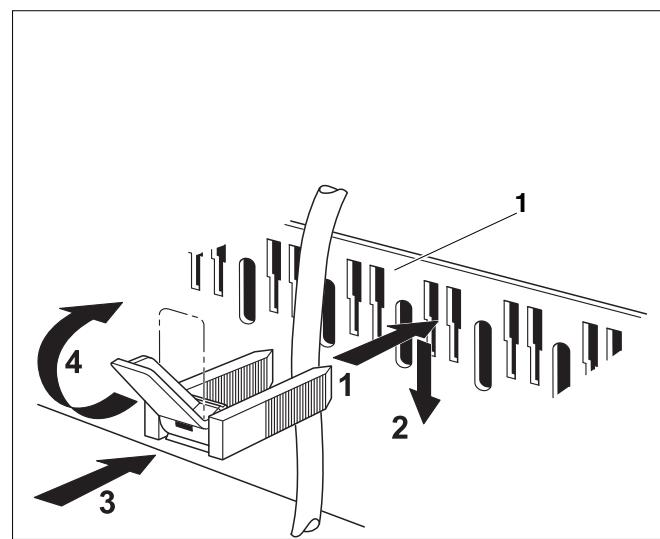

Рис. 19 Крепление провода хомутом
- Вставьте хомут с вложенным в него проводом сверху в щели рамки (Рис. 19, **поз. 1**), пластина рычага при этом должна быть направлена вверх (Рис. 19, шаг 1).
- Сдвиньте хомут вниз (Рис. 19, шаг 2).
- Нажмите на хомут (Рис. 19, шаг 3).
- Поверните рычажок вверх (Рис. 19, шаг 4).